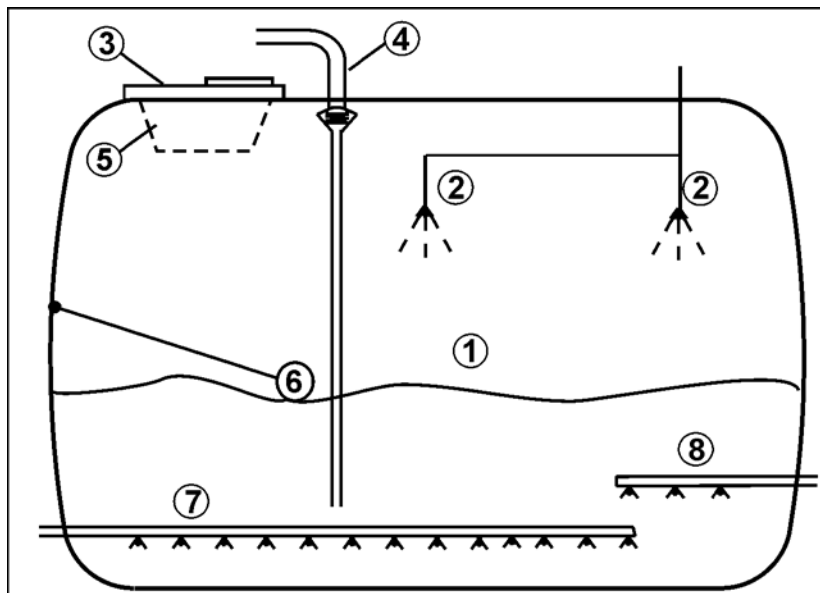

Fig. 44
1. Aktivér traktorens styreanordning *blå*, indtil trækstangen er i nulstilling (Fig. 44/1).